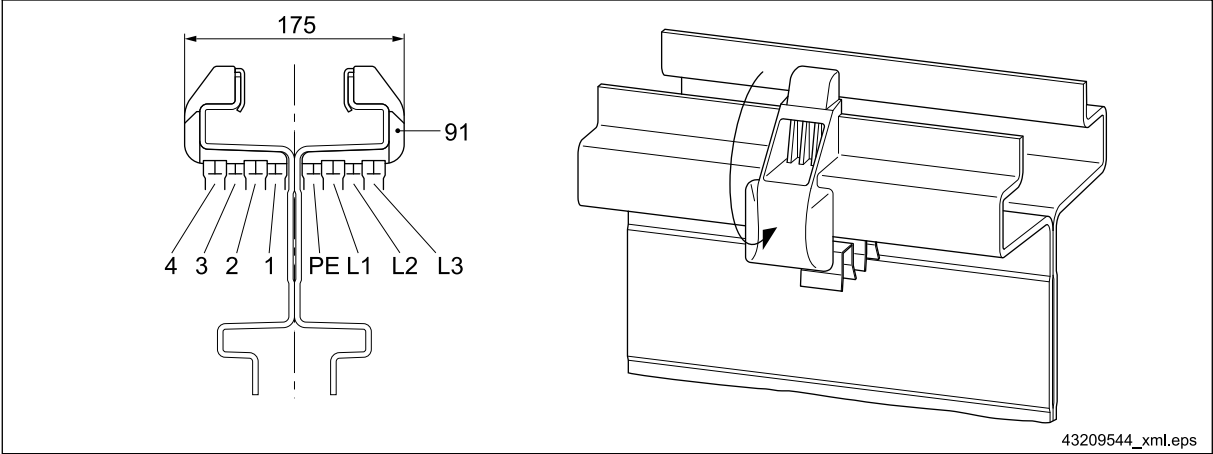

Abb. 49 Einzelleiter-Schleifleitung DEL
Klemmen Sie den Stromschienenhalter (91) gemäß ⇒ Abb. 49, Seite 58 auf die KBK III-Schiene und befestigen Sie ihn mit einer Stahlklammer, die von oben eingedrückt wird. Die Halter werden ohne mechanische Bearbeitung auf das Profil geklemmt.